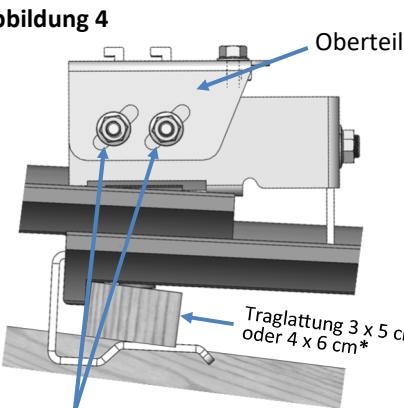

Abbildung 4
- Solarhalter in Höhe und Neigung ausrichten und wieder befestigen. (Abbildung 4)